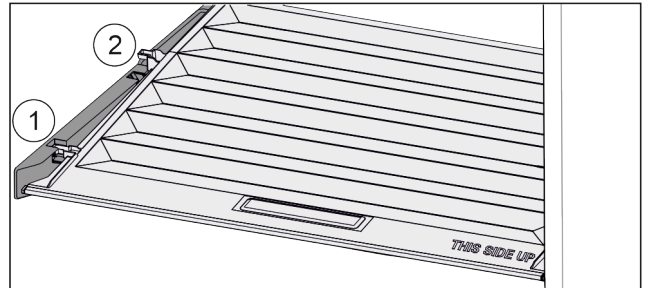

Fig. 157
- ▶ Deslice la tapa hacia delante hasta la abertura de las piezas de sujeción Fig. 157 (1).
- ▶ Levántela por detrás desde abajo y retírela tirando hacia arriba Fig. 157 (2).